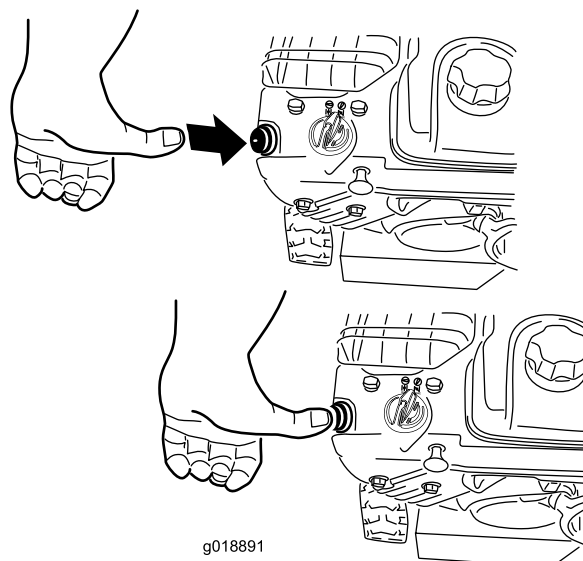

Figure 23
4. Avec le pouce, appuyez fermement sur l'amorceur à 2 reprises (à partir de -9 °C) ou à 4 reprises (en dessous de -9 °C), en marquant une pause d'une seconde chaque fois (Figure 23).